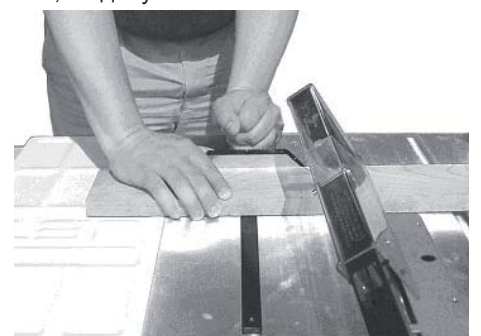

Рис. 34
- Косий розпил – це особливий тип розпилювання, під час якого кут нахилу пиляльного диску складає менше 90° з робочою поверхнею столу (рис. 34).